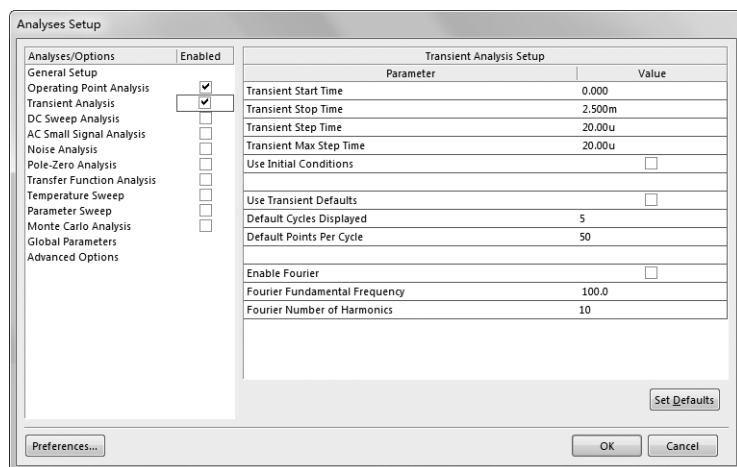

图 12-31 瞬态分析仿真参数设置
- (2) 瞬态分析仿真参数设置。瞬态分析仿真参数的设置如图 12-31 所示。